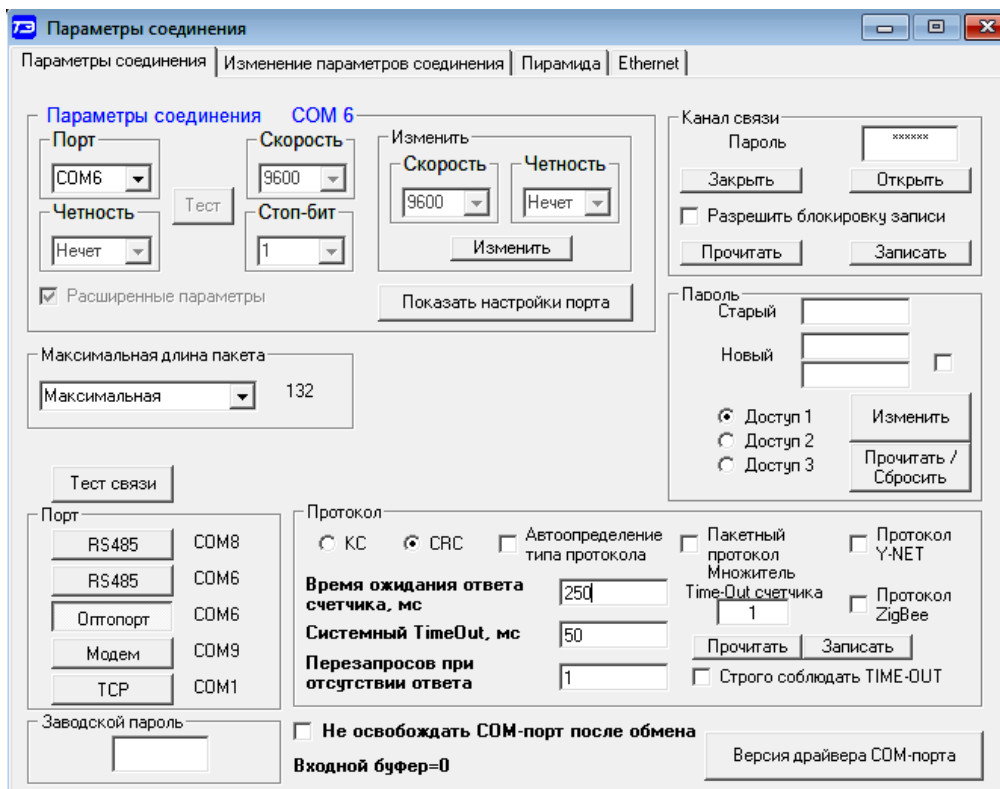

Рисунок 2 – Форма «Параметры соединения»
4.4.2 Нажать кнопку «Тест связи» на поле формы «Параметры соединения» (рисунок 2) и убедиться, что в информационной строке конфигуратора (левый нижний угол генеральной формы) появилось сообщение «Связь с прибором N установлена».
4.5.2 Для изменения настроек интерфейса RS-485 через интерфейс RS-485 счётчика нужно ввести значение скорости в окно «Скорость», значение бита паритета в окно «Четность» группы элементов «Параметры соединения»\«Изменить» формы «Параметры соединения» (рисунок 2) и нажать кнопку «Изменить». В случае успешной операции изменения скорости обмена, ее значение автоматически записывается в окна настройки скорости компьютера.
4.6.8 Если установлен программируемый флаг «Разрешить блокировку записи» при обращении с неверным паролем (рисунок 2) и в течение текущих суток было зафиксировано три попытки несанкционированного доступа, то возможность открытия канала связи со вторым уровнем доступа блокируется до конца календарных суток.
4.6.9 Если после открытия канала связи по любому интерфейсу связи к счётчику не было обращения более 30 секунд, то канал связи закрывается автоматически. Закрывать канал связи можно по команде «Закрывать канал связи» (рисунок 2).